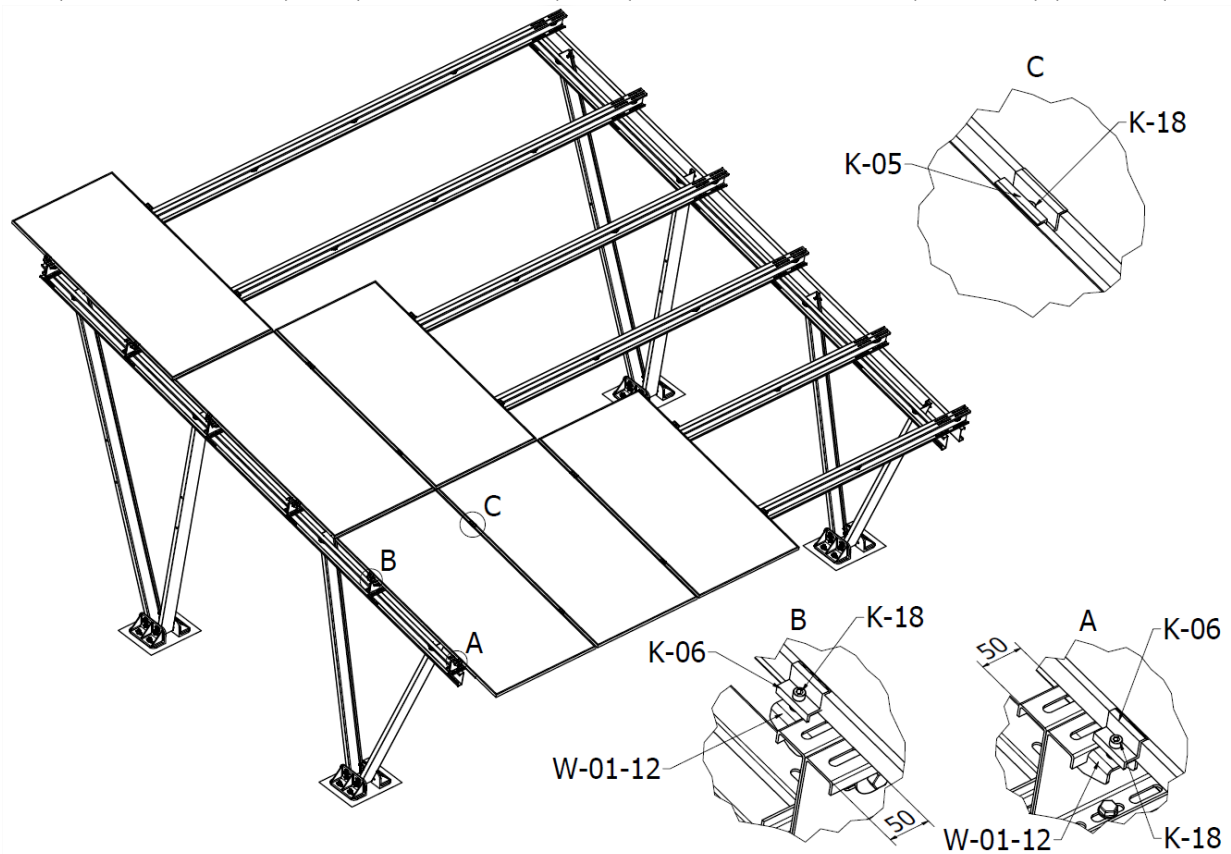

ABB.12 Installation von Fotovoltaikmodulen
- 11.** Der nächste Schritt ist die Montage der Photovoltaikmodule mit Hilfe der Halterungen (W-01-12), Mittelklemmen (K-05), Endklemmen (K-06) und Inbusschrauben (K-18-35) (ABB.12).
HINWEIS: Wie in (ABB.12) kann die Halterung entweder an der unteren oder an der oberen Schiene montiert werden, je nach den Anforderungen an die Montagezone des verwendeten Moduls.